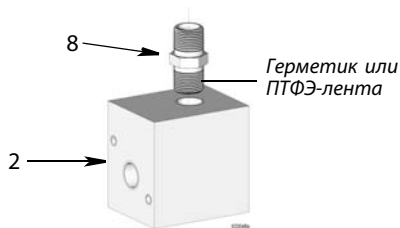

Рис. 8
1. Намотайте на резьбу фитинга-переходника (8) ПТФЭ-ленту или резьбовой герметик как показано на Рис. 8. Установите фитинг-переходник (8) в отверстие распределителя (2). Надежно их затяните. Правильное положение установки см. на Рис. 8.